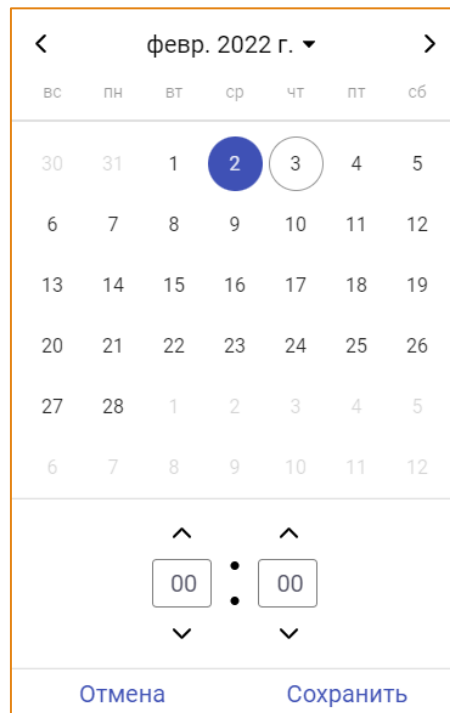

Рис. 255 – Календарь
- **Начальная дата** – необходимо выбрать начальную дату импорта значений. Выбор даты и времени выполняется с помощью календаря, вызываемого кликом по данному полю (Рис. 255);